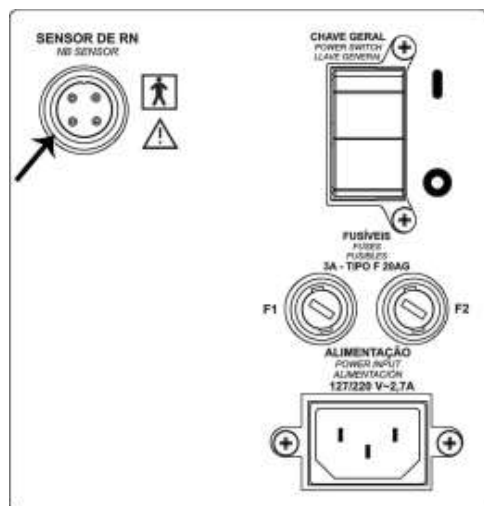

Figura 75 – Instalando sensor do RN – MC1
6. Retire o sensor do RN da embalagem. Conecte-o no módulo de controle localizado na lateral direita da incubadora, conforme figura 75, e passe o sensor pela passagem de tubos apoiando-o no colchão. Caso o módulo de controle seja o MC2 ou MC3, conectar o sensor no módulo dos sensores, localizado no compartimento do RN, conforme figuras 76 e 77.